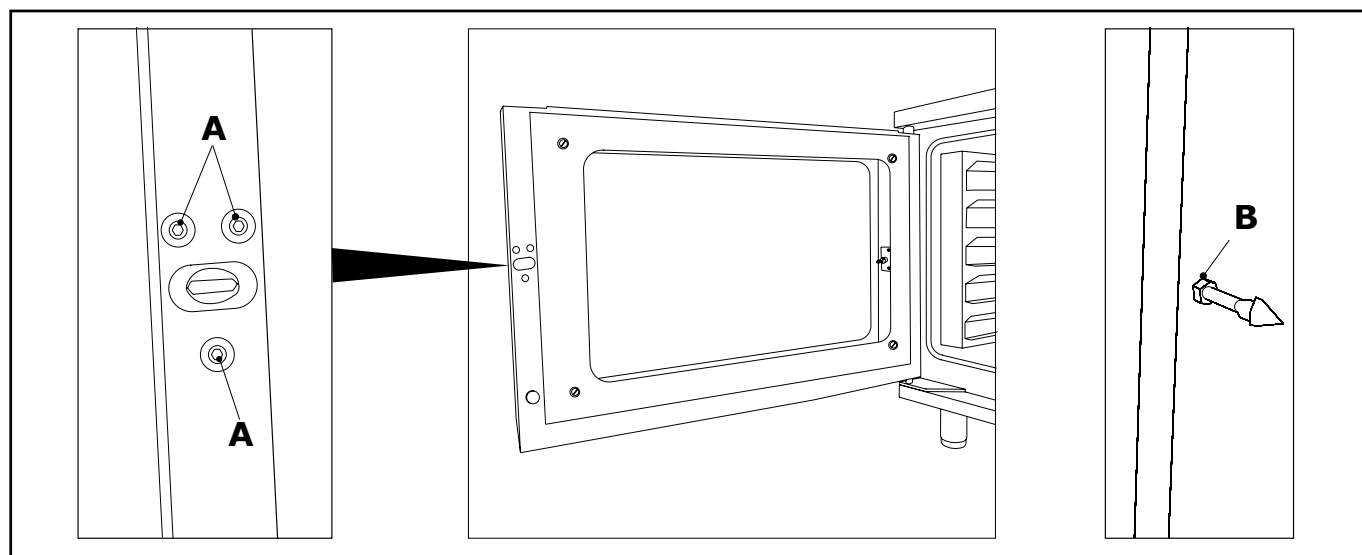

fig. 11
- Dévisser les vis (**A** - fig. 11).
- Le cas échéant, tourner l'écrou (**B** - fig. 11) du crochet dans le sens des aiguilles d'une montre ou dans le sens inverse pour régler la fermeture correcte de la poignée, en réservant une attention particulière à la bonne orientation de la pointe du crochet.